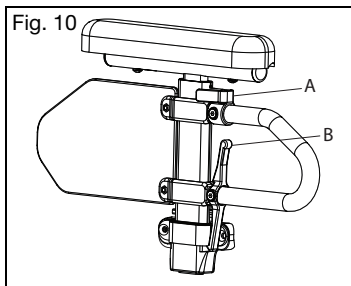

Fig. 10
- b. El apoyabrazos se fijará automáticamente en su lugar. Verifique que la palanca de bloqueo esté como se muestra (Fig. 10:B).
- a. Gire la palanca de liberación (Fig. 10:A).
- d. Empuje la almohadilla hasta que la parte superior del brazo quede bien sujeta en su lugar. Verifique que la palanca de bloqueo esté como se muestra (Fig. 10:A).
- a. Presione la palanca de liberación (Fig. 10: B) y extraiga el apoyabrazos.